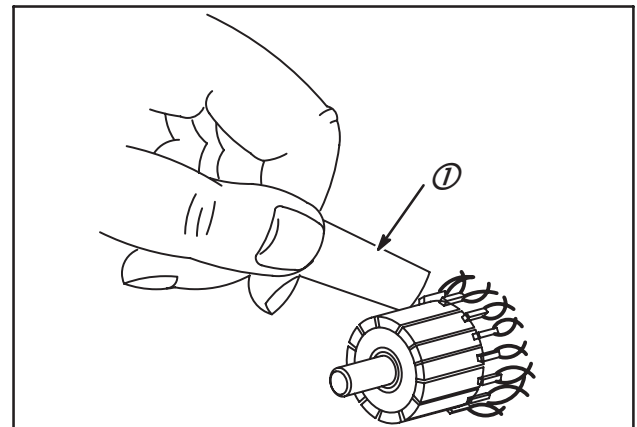

Fig. 44
7. Nettoyer les fentes entre les barres du collecteur à l'aide d'une lame (1) comme indiqué dans la Fig. 44 ou à l'aide d'un nettoyant aérosol de carburateur ou d'air comprimé, après nettoyage ou rectification.